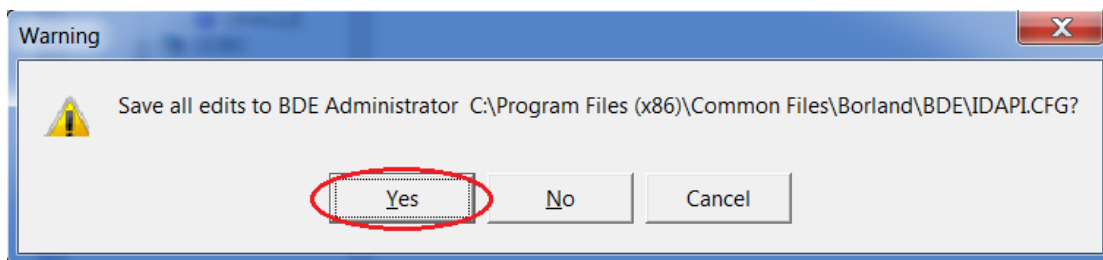

Рисунок A16.
6.4 Закрывать «BDE Administrator», нажать кнопку «Yes» для сохранения параметров (см. рисунок A16).